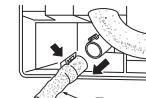

Fig. 4
- Полностью вставьте дренажный шланг в дренажный поддон сзади справа внутреннего прибора. (Fig. 4)